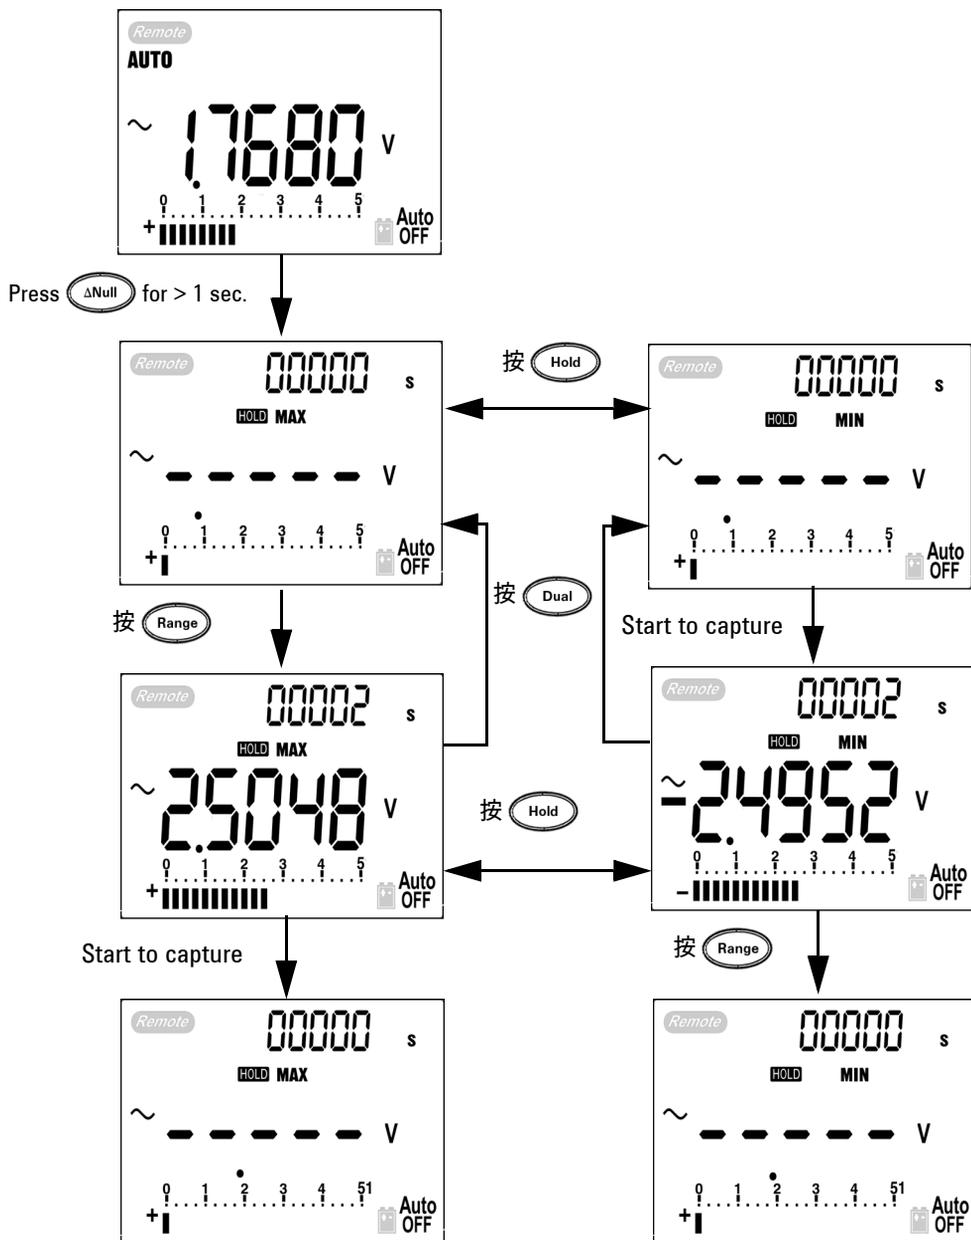

图 3-6 1 ms 峰值保持模式操作
- 4 根据图 3-6 中的测量，振幅将是 $2.5048/1.768 = 1.416$ 。